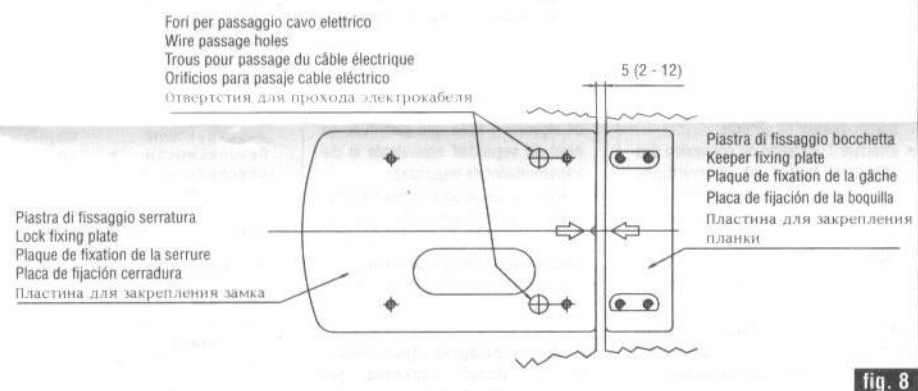
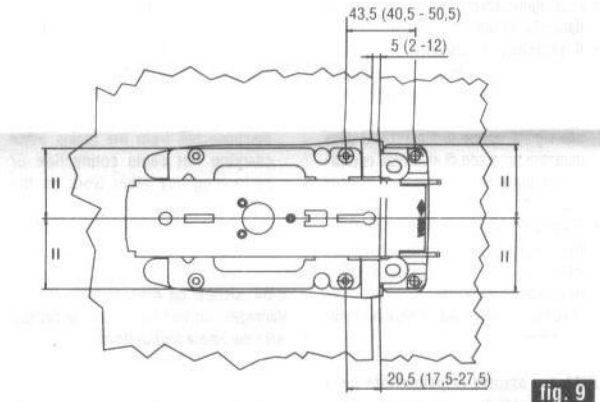
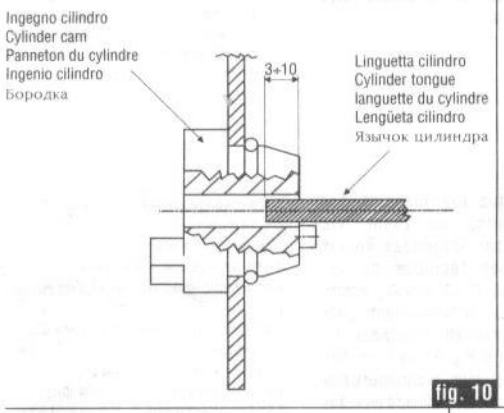

fig. 8
fig. 9
fig. 10
- Pour les art. 1A721 et 1A731, souder sur le portail les plaques de pré-fixation de la serrure et de la gâche au ras des montants, en faisant correspondre les flèches imprimées sur les plaques mêmes (fig. 8). Vérifier que la distance entre les deux montants a une valeur tolérée car la gâche est dotée d'un "pivot oscillant" qui compense la course totale de 2 à 12 mm (fig. 9).
- En los artículos 1A721 y 1A731, suelde a la verja las placas de fijación de la cerradura y de la boquilla a ras de los montantes haciendo corresponder las flechas impresas en las placas mismas (fig. 8). Comprobar que la distancia entre los dos montantes esté comprendida entre las tolerancias ya que la boquilla está dotada de un "perno oscilante" que compensa la excursión entre 2 y 12 mm (fig. 9).
- Para los artículos 1A610/611/630/631 (sin placas de fijación) fijar la boquilla con la aleta a ras del montante y la cerradura en la puerta. Comprobar que la distancia entre el eje de los orificios anteriores de los tornillos de fijación de la cerradura y el hilo de la boquilla esté comprendida entre las tolerancias ya que la boquilla está dotada de un "perno oscilante" que compensa la excursión de 17,5 mm a 27,5 mm (fig. 9). Para las versiones de los artículos 1A610 y 1A630 (cilindro doble), en la fase de montaje del cilindro, es necesario que la lengüeta del mismo entre en la leva por lo menos 3mm y no más de los 10mm (eventualmente cortar la excedencia) (fig. 10).